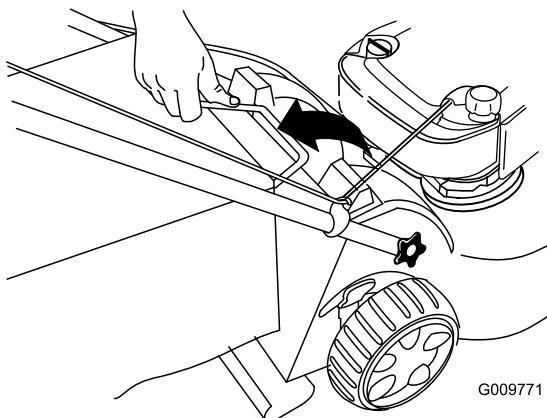

Bild 29
- Heben Sie den Fangkorbgriff aus den Kerben oben an der Maschine und nehmen Sie den Fangkorb ab (Bild 29).